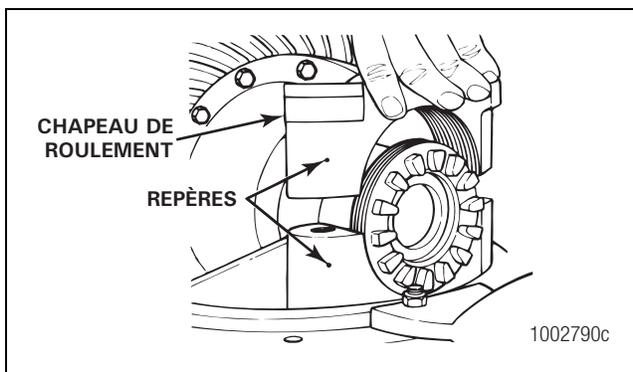

Figure 5.53
7. Installer les chapeaux de roulement sur les roulements et les écrous de roulement. Aligner les repères effectués lors du démontage des chapeaux. Figure 5.53.